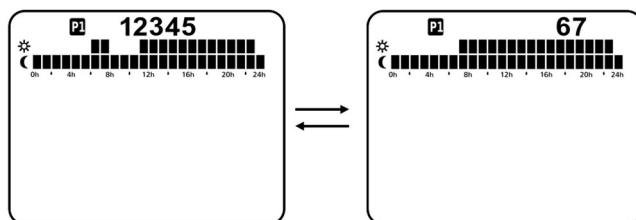

Figura 4. Programação do programa 1, de segunda a sexta-feira e de sábado a domingo.
4. Insira os calços pela parte inferior traseira do radiador (Figura 4).